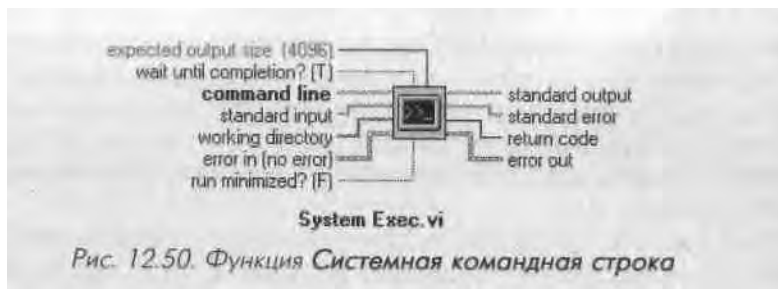

Рис. 12.50. Функция Системная командная строка
1. Простейшей возможностью является запуск отдельной исполняемой программы, которая делает то, что вам необходимо. В системах Windows, UNIX и MacOS вы можете осуществить это с помощью функции **Системная командная строка** (System Exec) из палитры **Коммуникации** (Communication). В системе MacOS версии 9.x и более ранних задействуйте функции **AppleEvents** (палитра **Коммуникации**) - рис. 12.50.